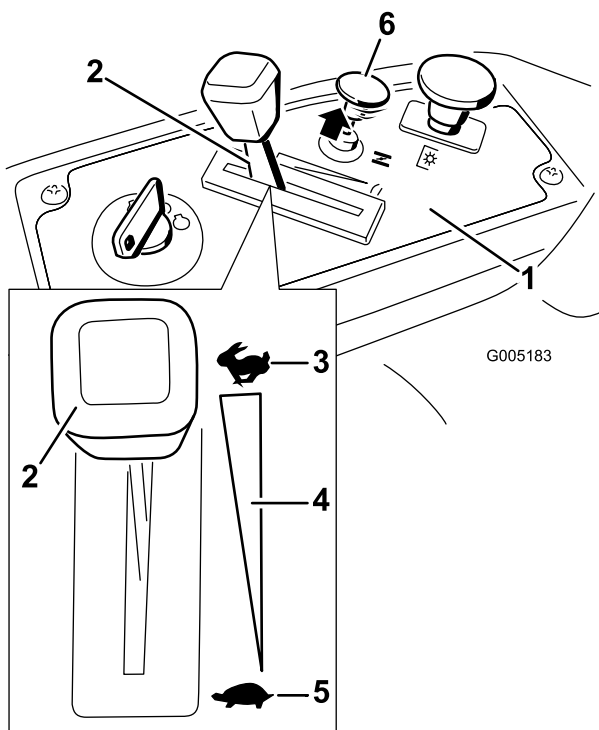

Figura 11
- Si el motor está frío, tire hacia arriba del control del estérter (Figura 11).
- Gire la llave de contacto a Desconectado (Figura 11).